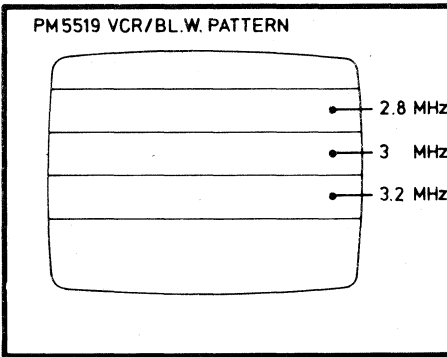

Fig. 3
- Videorecorder auf den Mustergenerator abstimmen Position 5069 (1001) dahin einstellen, dass die Auflösungszeilen im 3-MHz-Feld gerade sichtbar sind (siehe Bild 3).